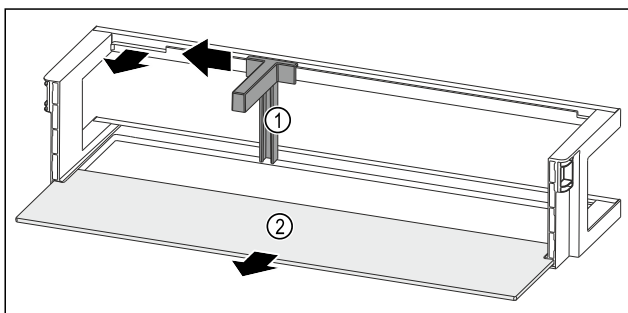

Fig. 249 带瓶托和搁板的门边存放架
- ▶ 将瓶托 Fig. 249 (1)推至槽边。
- ▶ 取出瓶托 Fig. 249 (1)。
- ▶ 取出搁板 Fig. 249 (2)。